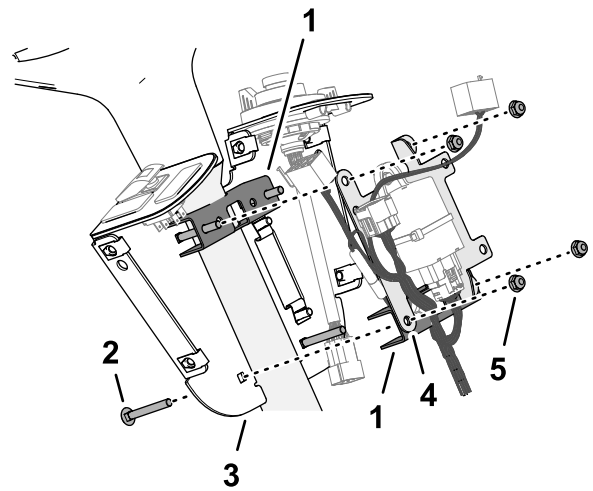

Figure 33
1. Alignez la plaque de commutateurs sur le côté arrière de la colonne de direction (Figure 33).
3. Fixez la plaque de montage de fusible sur le support de montage et les boulons de carrosserie (Figure 33) à l'aide de 2 contre-écrous à embase (¼ po).
4. Dans les trous inférieurs 6,4 mm (¼ po), insérez 2 boulons de carrosserie (¼ x 2 po) dans la plaque de commutateurs, le support de montage et la plaque de montage du fusible (Figure 33) et fixez-les avec 2 contre-écrous à embase (¼ po).